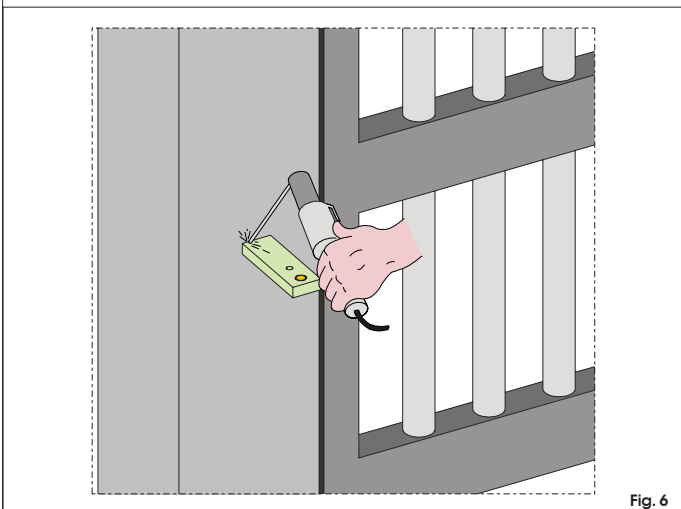
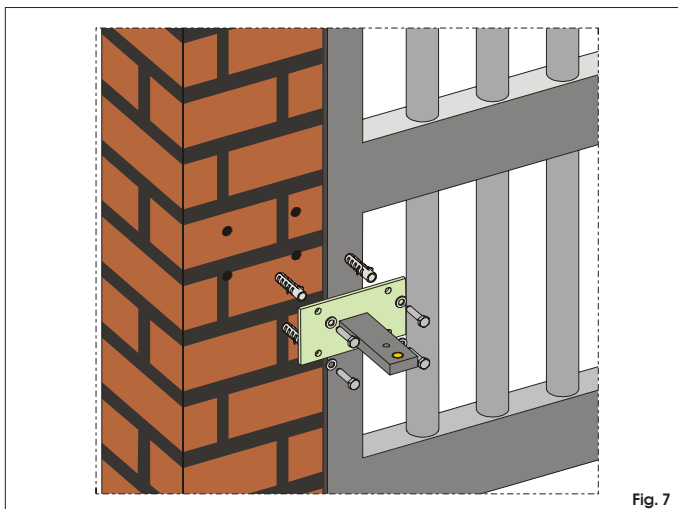

Fig. 6
Fig. 7
1) Bevestig de achterste beugel op de plaats die u eerder heeft bepaald. In het geval van ijzeren pilasters moet de beugel nauwkeurig direct op de pilaster worden gelast (fig. 6). In het geval van een gemetselde pilaster moet de speciale plaat (optie) voor bevestiging met schroeven (fig. 7) worden gebruikt. Maak gebruik van geschikte bevestigingssystemen. Las de beugel vervolgens nauwkeurig aan de plaat.